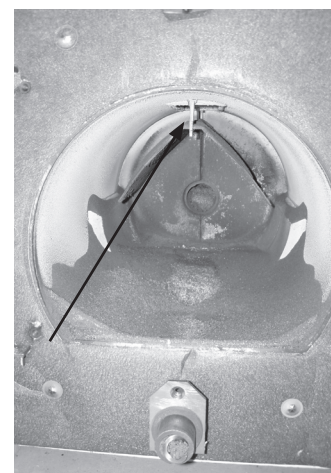

Figura 10
11. Rimuovere le ceneri nella camera di combustione e dal deflettore in lamiera; al meglio con l'aiuto di un aspirapolvere. In particolare è necessario pulire in maniera accurata l'ingresso dei gas di scarico nell'apposito tiraggio (freccia) (Figura 10).